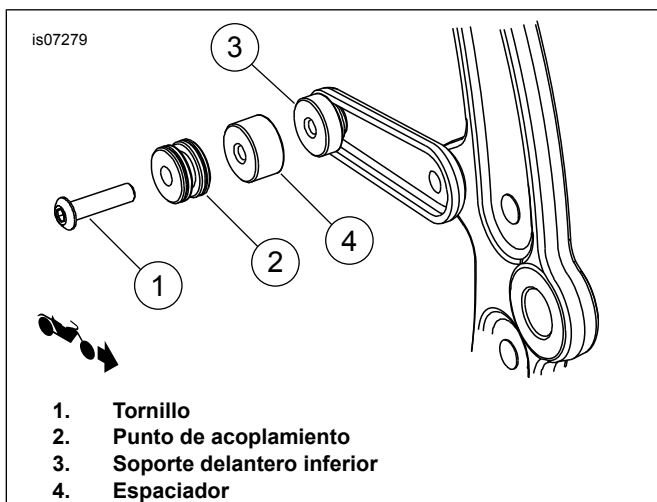

Figura 5. Punto delantero de acoplamiento inferior (con otros accesorios desmontables)
1. Vea Figura 5. Instale el punto de acoplamiento mini (2) y el espaciador (4) en el tornillo (1).
3. Instale el tornillo dentro del soporte delantero inferior (3). Apriete el tornillo a 16,3–24,4 N·m (12–18 ft-lbs).